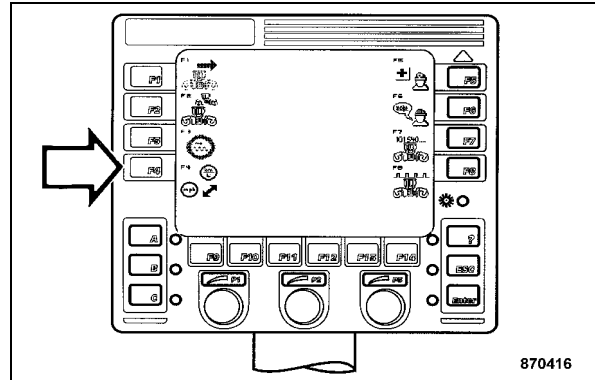

Fig. 80
- Appuyer sur la touche "F4" (Fig. 80) pour passer à l'écran de sélection des "unités métriques ou impériales".